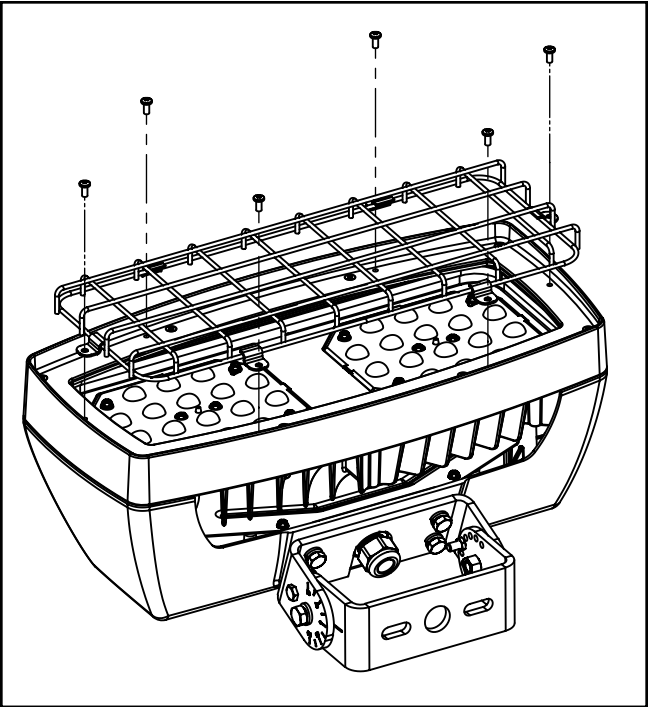

Figure 5.
Protecteur de fil métallique (Figure 5).
1. Aligned le protecteur de fil métallique situé sur le cadre de la lentille et correspondant aux six trous existants. (Figure 5).
2. Serrez les (6) vis 8-32 sur la face du luminaire.